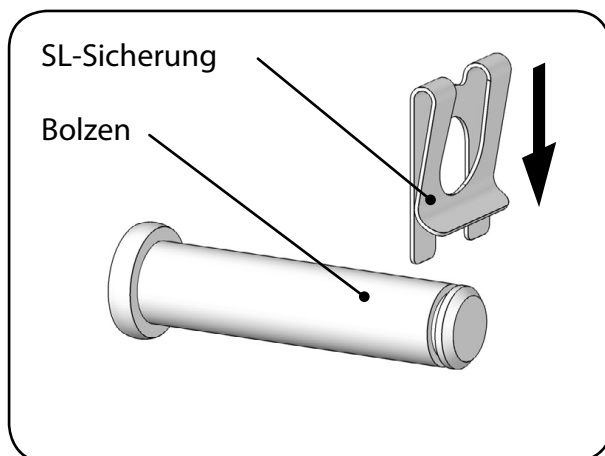

Abb. 6.1.08 - Montage der SL-Sicherung am Bolzen
- Sichern Sie den Bolzen mit der SL-Sicherung, indem Sie die SL-Sicherung in die Nut am Ende des Bolzens schieben. Dabei gleitet das gebogene Ende der Lasche über die Fase des Bolzens (Abbildung 6.1.08).